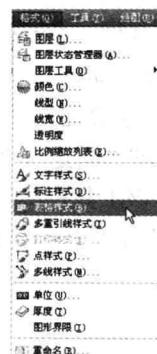
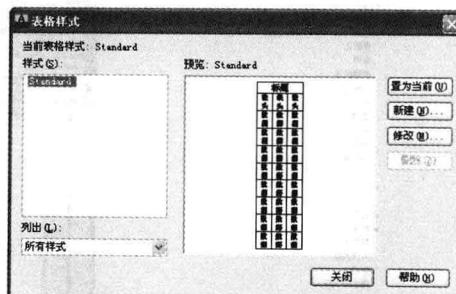

图 1-3 打开对话框的菜单命令
图 1-4 “表格样式”对话框
(2) 打开对话框的菜单命令。这种类型的命令后面带有省略号。例如，选择菜单栏中的“格式”→“表格样式”命令，如图 1-3 所示，系统就会打开“表格样式”对话框，如图 1-4 所示。